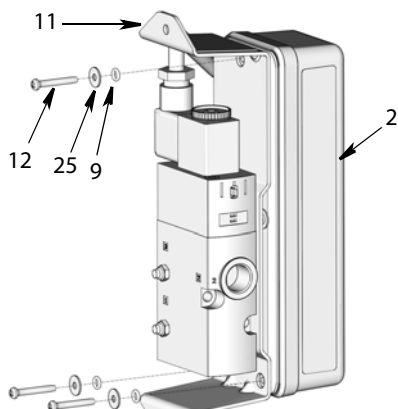

Рис. 33
3. Извлеките три винта (12), шайбы (25) и уплотнительные кольца круглого сечения (9), крепящие кронштейн регулятора (11) к корпусу (2) (Рис. 33).